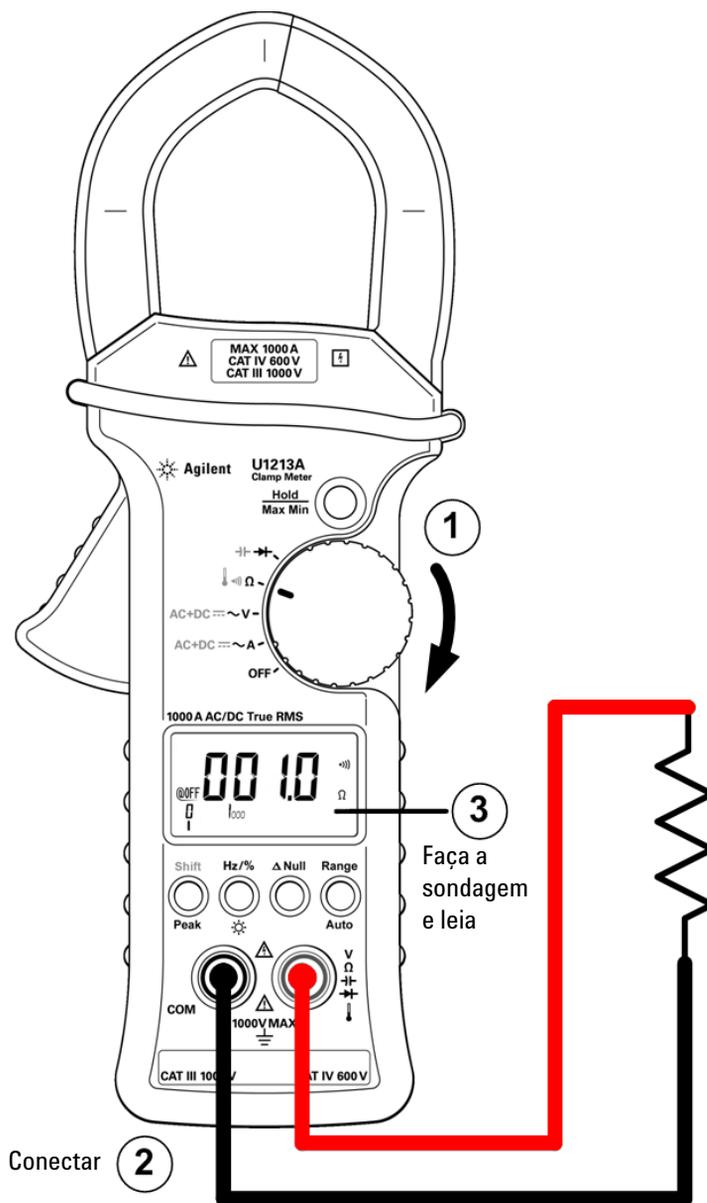

Figura 2-4 Testes de continuidade
- 4 Para executar o teste de continuidade, pressione **Shift** uma vez (consulte Figura 2-4 na página 24). Será emitido um sinal sonoro quando a resistência for menor que  $10,0 \Omega$ .